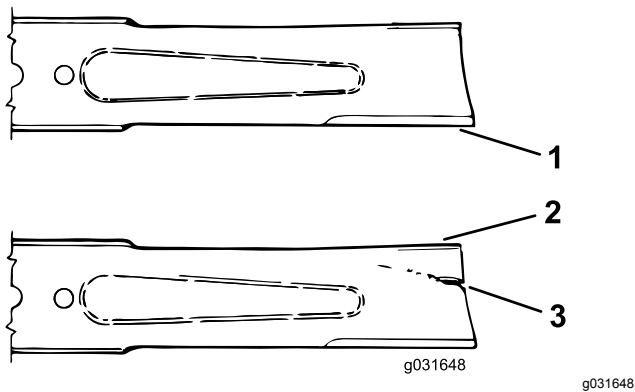

図 73
- ブレードの切っ先を注意深く観察、特に、直線部と曲線部が交わる部分をよく観察する 図 73。